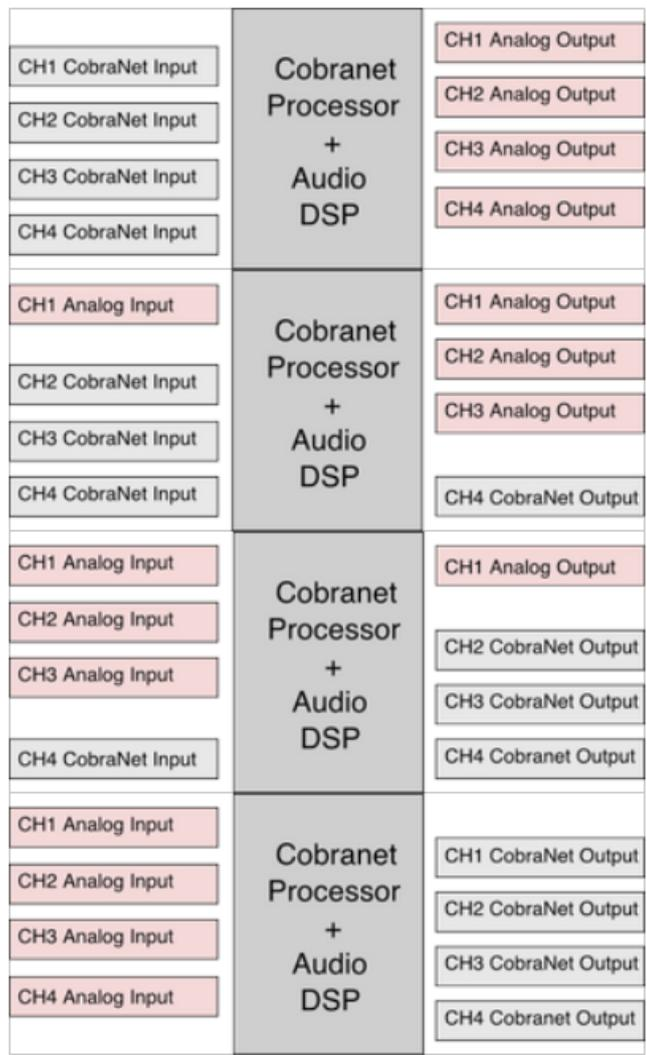

Ilustración 10: Configuraciones posibles
3. A continuación, se mostrará la pantalla de confirmación que aparece en la ilustración 10, y el equipo se reiniciará automáticamente;